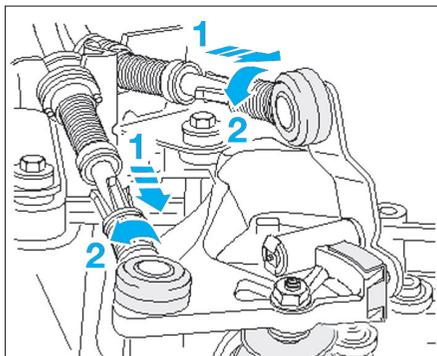

Fig. 36
- Tirer le mécanisme de sûreté du câble de commande et du câble de sélection vers l'avant jusqu'en butée dans le sens de la flèche (1) puis le verrouiller vers la gauche dans le sens de la flèche (2) (Fig.36).